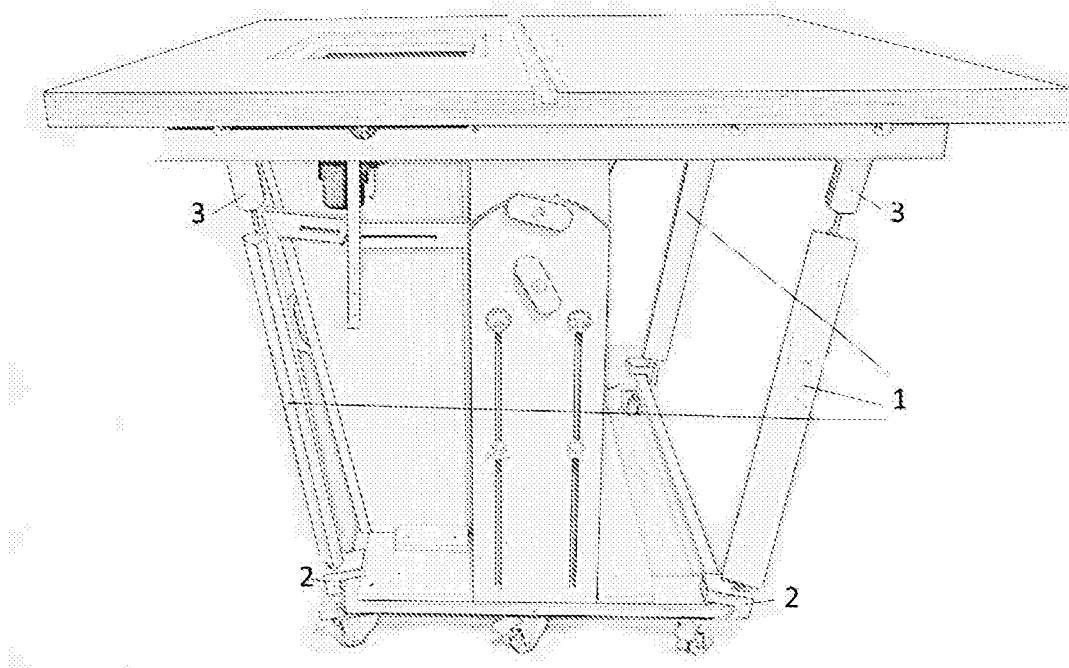

Fig 11: Arbeitstisch aufgeklappt, Staubfangbox und Schraubstützen montiert, Seitenansicht
- Schraubstützen zur Stabilisierung der Arbeitsplatte sobald diese aufgeklappt ist (Fig 11)
Fig 11: 1 höhenverstellbare Schraubstützenkörper, 2 Drehbarer Schraubstützenfuß (sitzt auf dem mobilen Gestell auf), 3 Schraubstützen Gewindehalterung zum Aus- und Einklappen (Fix mit der Tischplatte verbunden)